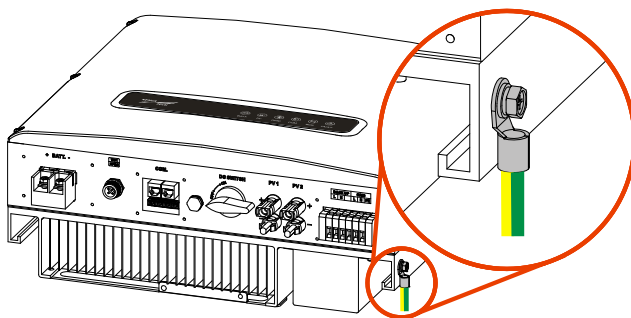

Figure4-3 Câbles de sortie AC
- Etape 4 Préparez les câbles et dénudez les fils sur environ 7 mm. Desserrez le raccord de câbles en nylon dans la protection AC et tirez les câbles à travers, sertissez les bornes et bloquez-les sur l'onduleur, comme montré en Figure4-3.